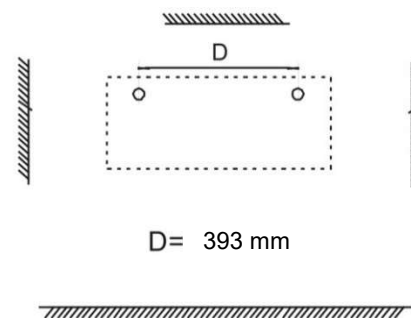

Figure 2
2. Percer deux trous dans le mur au diamètre de la cheville Fischer Ø 8 mm. (figure 2) – D= 393 mm